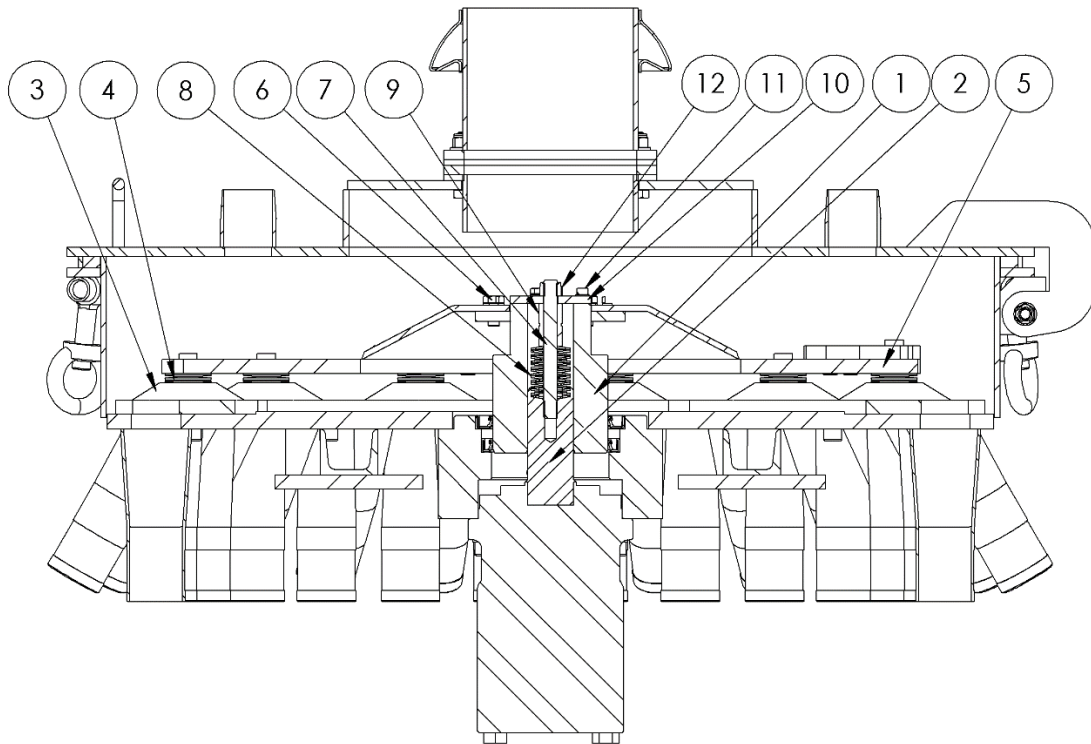

Abbildung 6: Einstellen des Schneidteilers.
Montage und Einstellung der Vorspannung des Schneidverteilers (siehe Abbildung 6):
- Fetten Sie die Nabe täglich ein (siehe Abbildung 6).